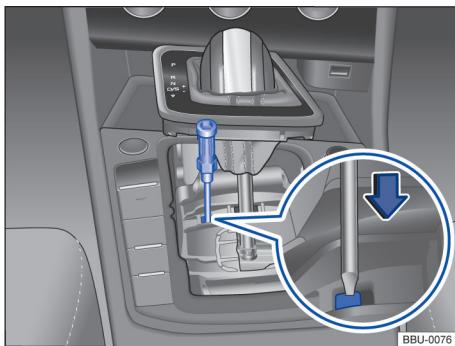

Fig. 118 Desatravamento de emergência da alavanca seletora.
- Com a ponta plana de uma chave de fenda, pressione através da ranhura o botão de destravamento, com cuidado no sentido da seta → Fig. 118 e o mantenha nesta posição.